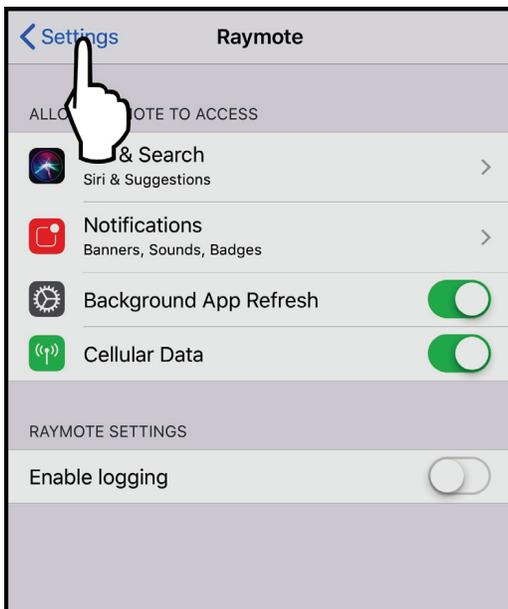

Figure 23. Appuyez sur Paramètres
5. Appuyez sur Paramètres pour afficher le menu des paramètres, voir **Figure 23**.